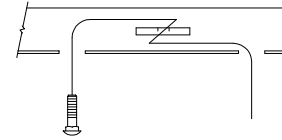

Figure 1
- Poser l'attelage** - Insérez les boulons de carrosserie ① et les cales ② dans les trous de fixation par les trous d'accès en utilisant des fils de traction ⑤; consultez les Figures 1 et 2. Laissez les fils de traction fixés. Réinstallez le bouclier thermique découpé avec (1) écrou au niveau de l'emplacement du goujon de tôle du coffre. Soulevez l'attelage en position et insérez les fils de traction dans les trous de support. Retirez les fils de traction et installez sans les serrer les rondelles coniques ③ et les écrous hexagonaux ④ sur l'attelage.
6. Poser l'attelage - Insérez les boulons de carrosserie ① et les cales ② dans les trous de fixation par les trous d'accès en utilisant des fils de traction ⑤; consultez les Figures 1 et 2. Laissez les fils de traction fixés. Réinstallez le bouclier thermique découpé avec (1) écrou au niveau de l'emplacement du goujon de tôle du coffre. Soulevez l'attelage en position et insérez les fils de traction dans les trous de support. Retirez les fils de traction et installez sans les serrer les rondelles coniques ③ et les écrous hexagonaux ④ sur l'attelage.